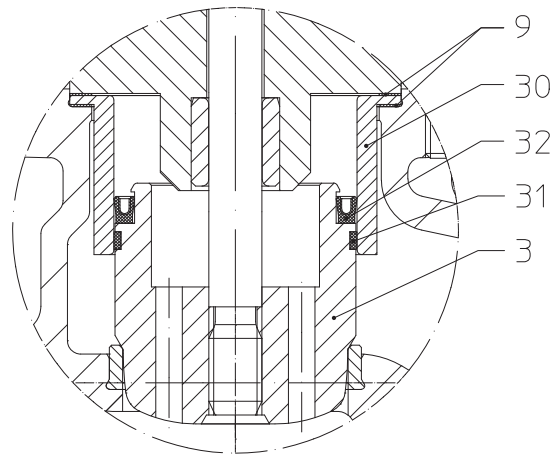

Bild 28: Druckentlastungskegel
- Neue Kolbendichtung (Pos. 32) einsetzen, dabei auf richtige Einbaulage achten (siehe Bild 28).